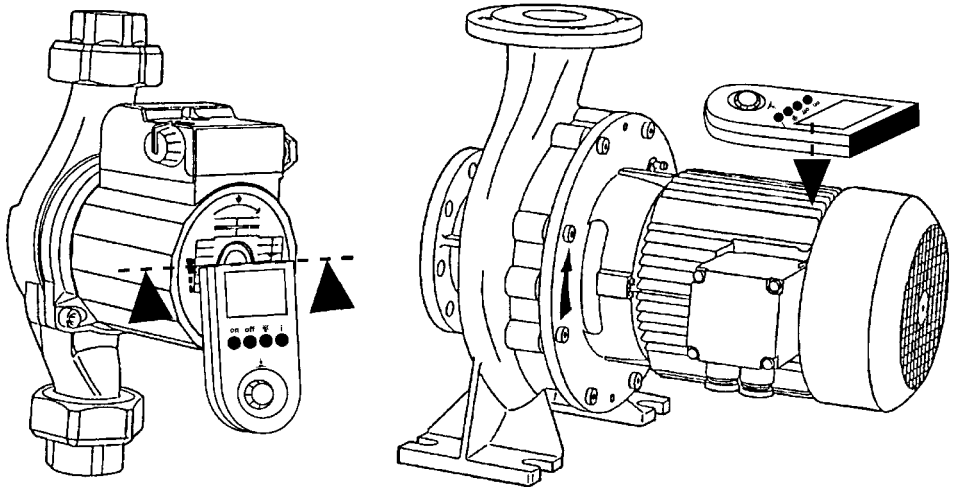

Fig. 2
- **Dodatkowe zastosowanie:** poprzez przyłożenie MONITORA-IR do korpusu silnika pojawia się na ekranie: silnik zał. / wyt., kierunek obrotów w lewo / w prawo (strzałka) oraz częstotliwość pola elektrycznego uzwojenia od 10 do 100 Hz. (Rys. 2).